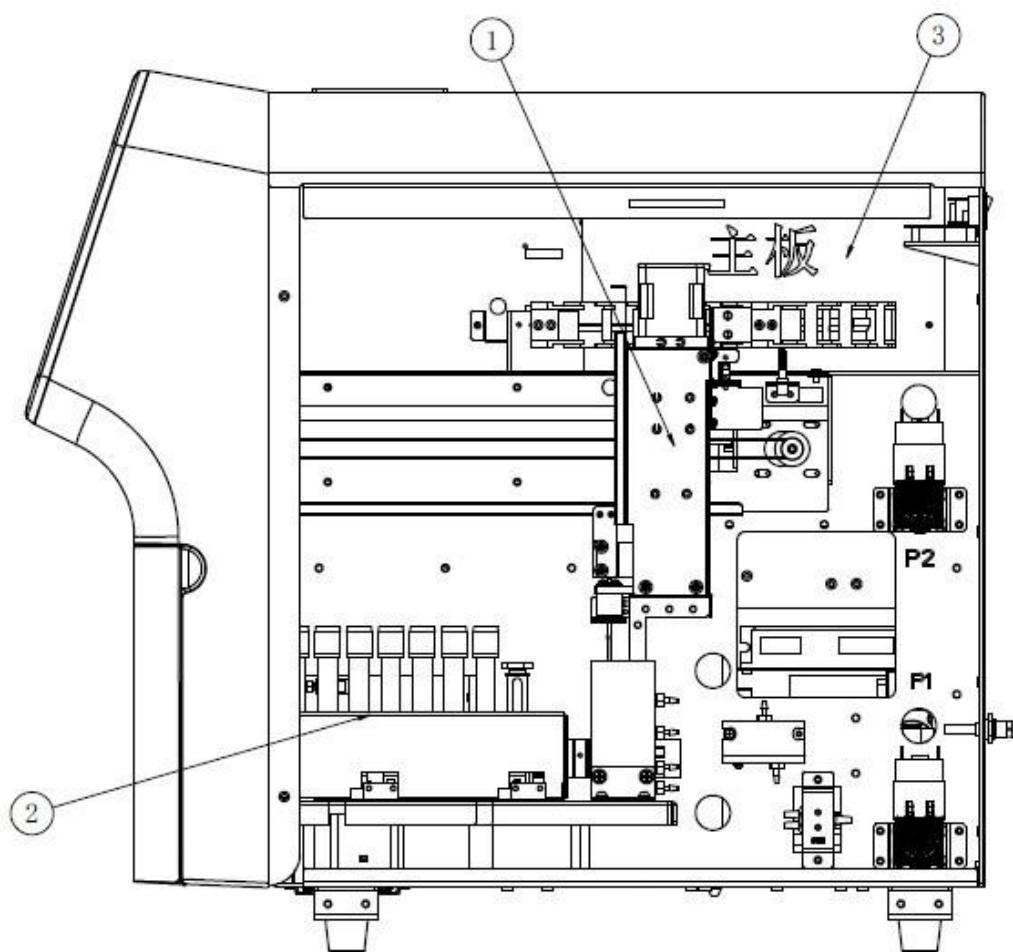

Fig. 4-1 Vista después de Abrir la Puerta Derecha
1. Abra la puerta derecha, como se muestra en la Fig. 4-1: